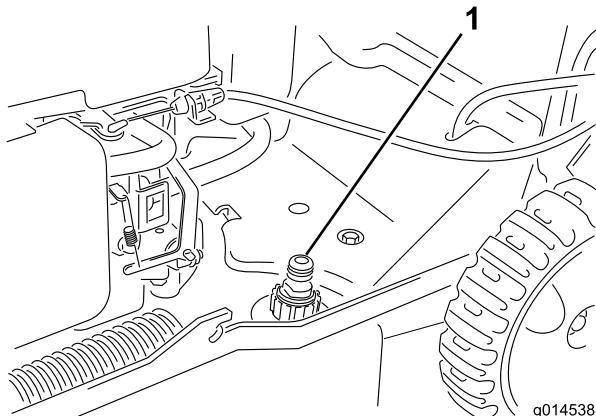

Bild 29
- Befestigen Sie einen Gartenschlauch, der an einen Wasserhahn angeschlossen ist, am Wasseranschluss (Bild 29).